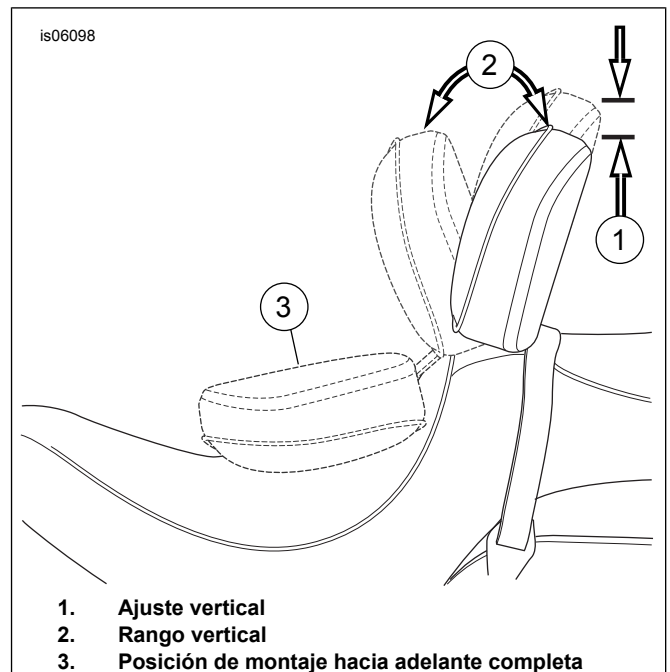

Figura 14. Posiciones del respaldo
7. Vea Figura 14 . Cuando el respaldo y el asiento estén en su posición, empuje el respaldo a la posición completamente hacia delante (3). El mecanismo del respaldo presiona contra la parte inferior del asiento y contra el protector del asiento insertado.
1. Vea Figura 14 . El mango de ajuste se utiliza para mover la almohadilla del respaldo hacia las posiciones delantera y trasera.
2. Para ajustar la almohadilla del respaldo hacia adelante o hacia atrás (2), empuje el mango.
6. Para ajustar la almohadilla del respaldo hacia arriba y hacia abajo (1), tire de la perilla en la parte posterior de la almohadilla.